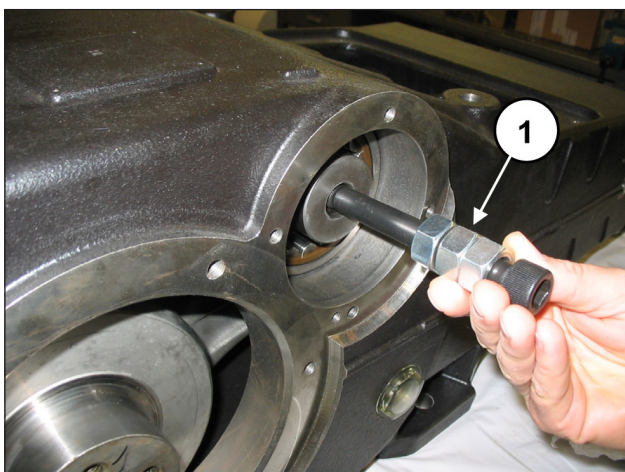

Fig. 56
Per agevolare l'inserimento completo dell'albero PTO all'interno del cuscinetto utilizzare una vite M16 da applicare all'estremità dell'albero da inserire, allo scopo di mantenere sollevato l'albero stesso (pos. ①, Fig. 56).